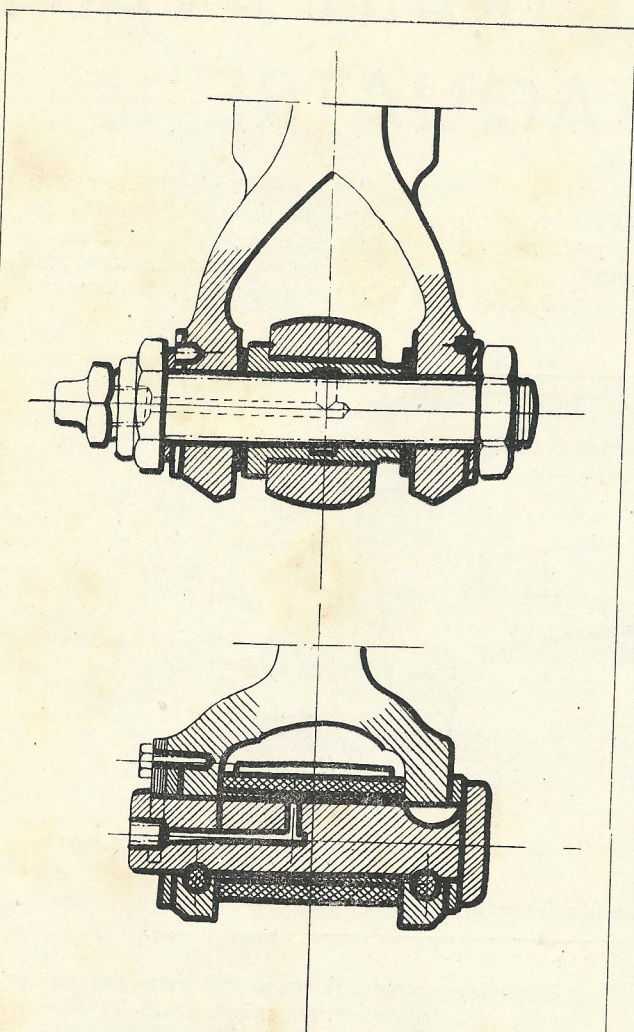

Fig. 1. — Articulation de la tête d'essieu
**SUSPENSION.** — On vérifiera que la flèche à vide du ressort transversal AV est de l'ordre de 10 mm ; si le ressort présentait une flèche nulle ou au contraire supérieure à 20 mm, ou encore si l'une des branches du ressort était plus affaissée que l'autre, il conviendrait de procéder à une remise en état. On vérifiera également que les amortisseurs ont leur plein de liquide, qu'ils sont étanches et qu'ils fonctionnent normalement (manœuvre du levier facile à la main dans le sens de la montée, plus difficile dans le sens de la descente). Au sujet des nouveaux amortisseurs, type 34, équipant les JUVAQUATRE actuels, se reporter à notre étude parue dans le numéro de « SERVICE » du 25 décembre 1947 ; on a d'ailleurs sur la fig. 1 le mode d'articulation de la « tête d'essieu » sur le ressort (en haut) et sur le bras d'amortisseur (en bas).